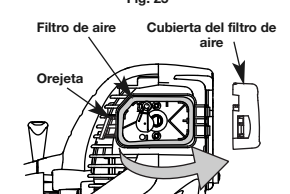

Fig. 26
- Abra la cubierta del filtro de aire. Empuje hacia adentro la orejeta del lado derecho de la cubierta, y extraiga la cubierta del filtro de aire hacia afuera y hacia la izquierda (Fig. 26).
- Retire el filtro de aire (Fig. 26).